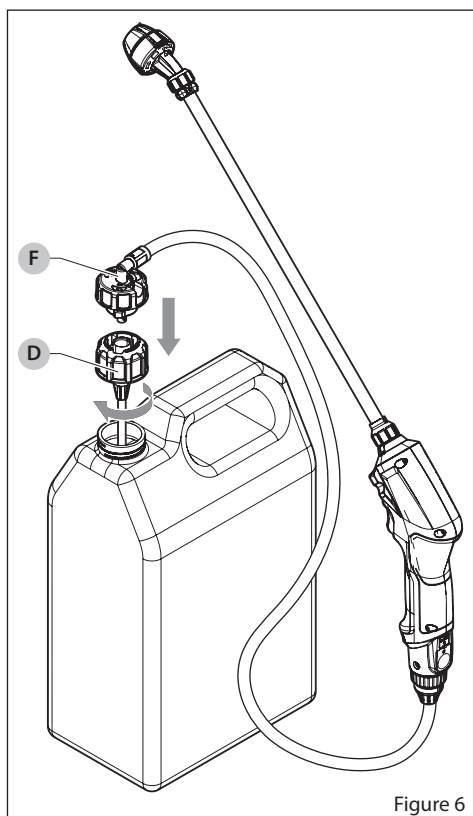

Figure 6
L'outil de lance électrique peut également être utilisé avec n'importe quelle bouteille ayant une ouverture de 38 mm en utilisant le chapeau RTU (prêt à l'usage) (D) inclus. Voir Figure 6.
1. Insérez le tube plongeur sur le chapeau RTU (D) dans la bouteille de votre choix. Tournez le chapeau dans le sens des aiguilles d'une montre jusqu'à ce qu'il soit fixé à la bouteille.
2. Alignez les languettes de raccord cannelé (F) avec le chapeau RTU (D), poussez le raccord cannelé dans le chapeau RTU jusqu'à ce qu'il s'arrête.